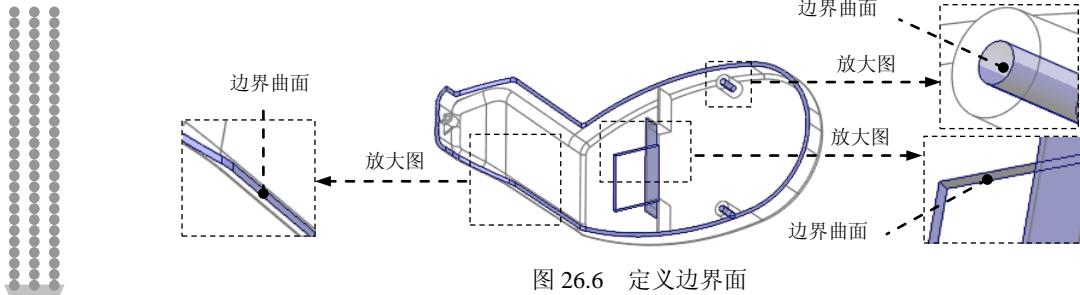

图 26.6 定义边界面
(3) 选取“边界面”。按住 Shift 键，选取图 26.6 所示的边界面，此时图中所示的边界曲面会加亮。